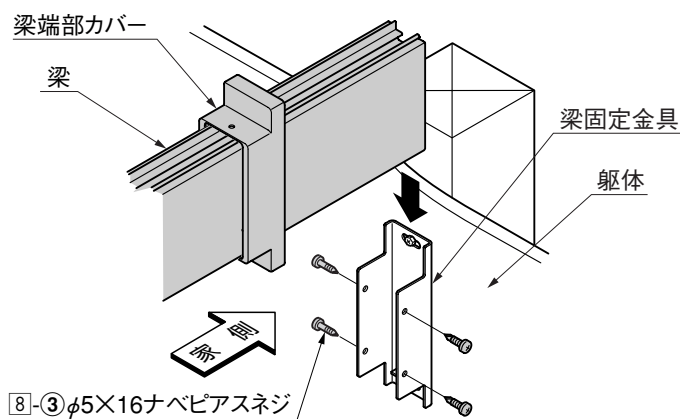
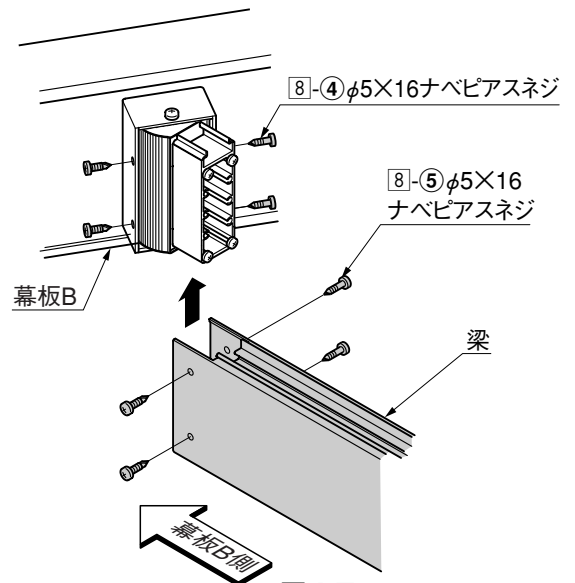

図4-6
図4-7
③ 梁の家側を梁固定金具に引っ掛けて、幕板B側をスリーブ材にはめ込み、梁を8-③、8-④、8-⑤で取付けてください。(図4-6、図4-7参照)